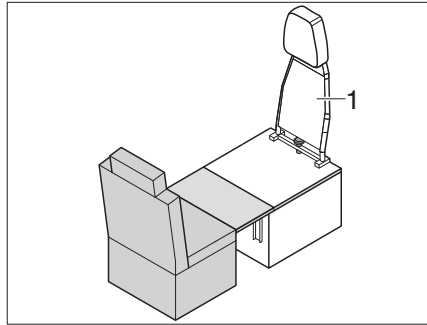

Bild 217 Umbau Fahrbetrieb - Schlafbetrieb
- Rückenlehne (Bild 217,1) von Einzelsitz abbauen (siehe Kapitel 7.16.8).